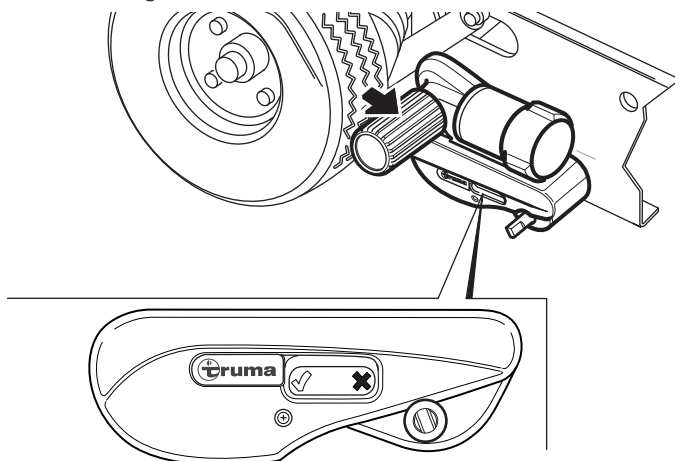

Abb. 31
- ▶ Das Abschwenken war erfolgreich, wenn der Positionsindikator am Gehäuse des Rangiersystems auf **✘** zeigt (Abb. 31).